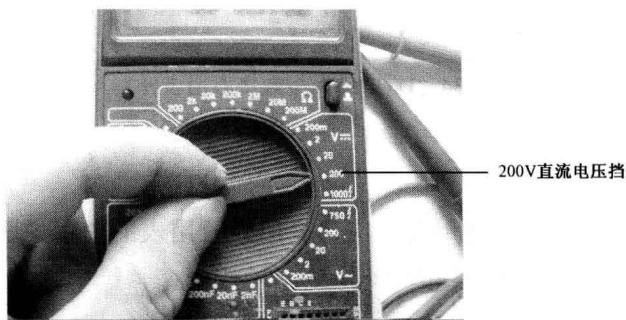
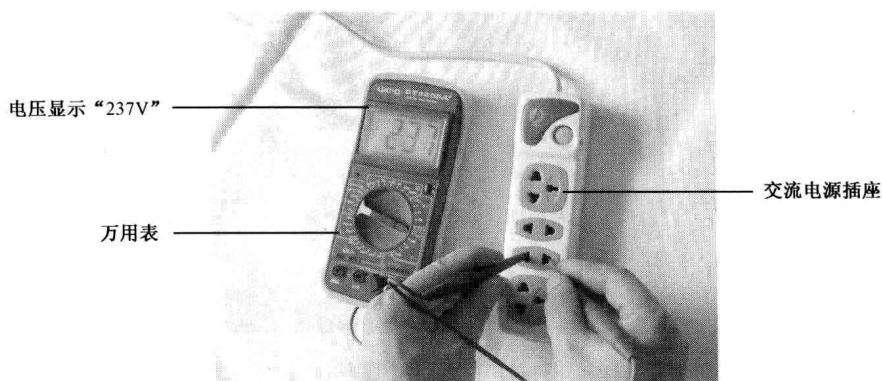
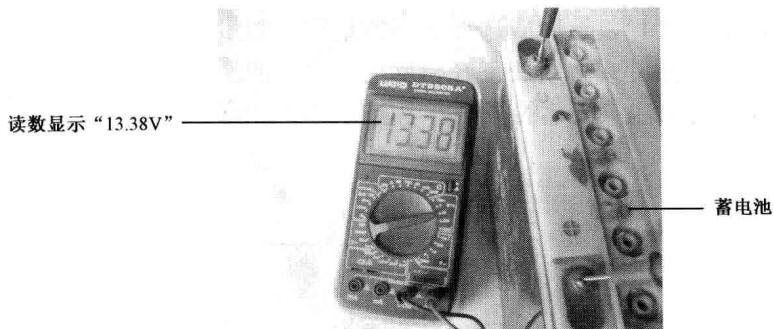

图1-37 将量程开关拨至直流电压量程
图1-38 交流电压测量
图1-39 直流电压测量
(3) 电压的测量：按图 1-37 所示根据需要将量程开关拨至“DCV”（直流）或“ACV”（交流）的合适量程，红表笔插“V/Ω”孔，黑表笔插入“COM”孔，并将表笔与被测线路并联，读数即显示。交流电压测量如图 1-38 所示。直流电压测量如图 1-39 所示。